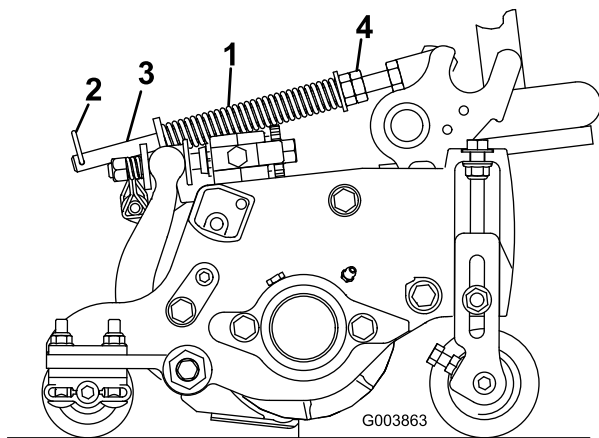

Bild 16
1. Stellen Sie sicher, dass der Lastösenbolzen in das hintere Loch in der Federstange eingesetzt ist (Bild 16).
2. Ziehen Sie die Sechskantmuttern vorne an der Federstange an, bis die komprimierte Länge der Feder 15,9 cm beträgt (Bild 16).
Hinweis: Wenn das Mähwerk von der Maschine abgenommen werden muss, versetzen Sie den Splint in das vordere Loch in der Federstange (Bild 16). Stellen Sie sicher, dass der Splint wieder in das hintere Loch in der Federstange gesetzt wird, wenn das Mähwerk wieder an der Maschine montiert ist.